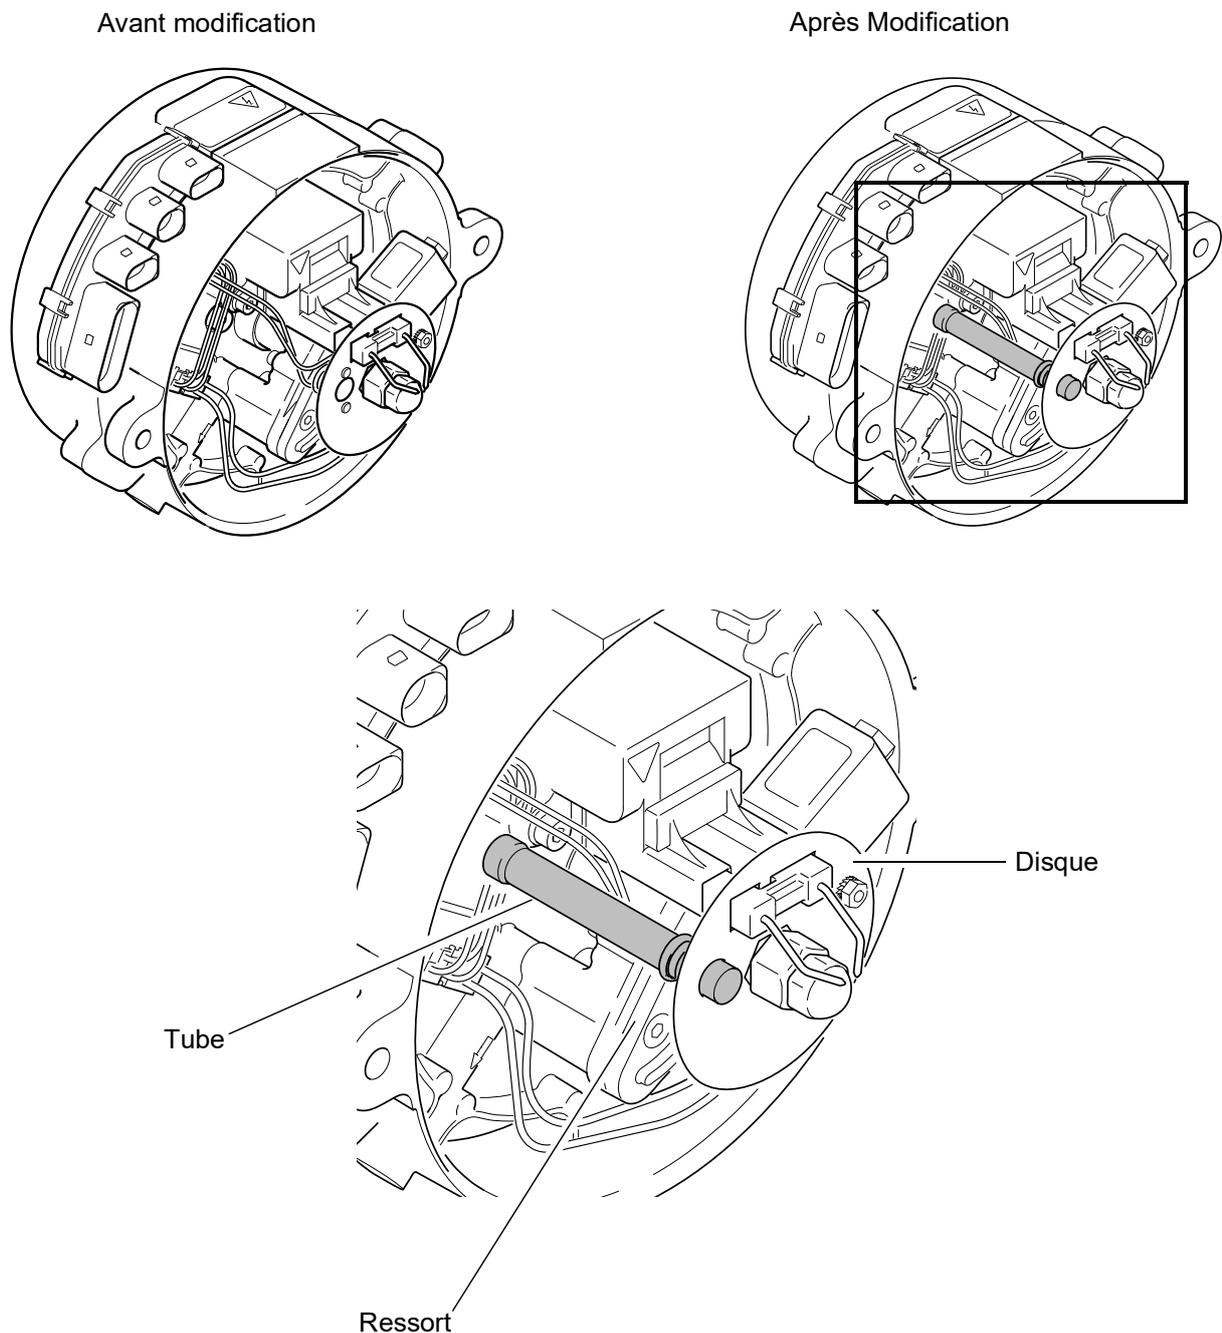
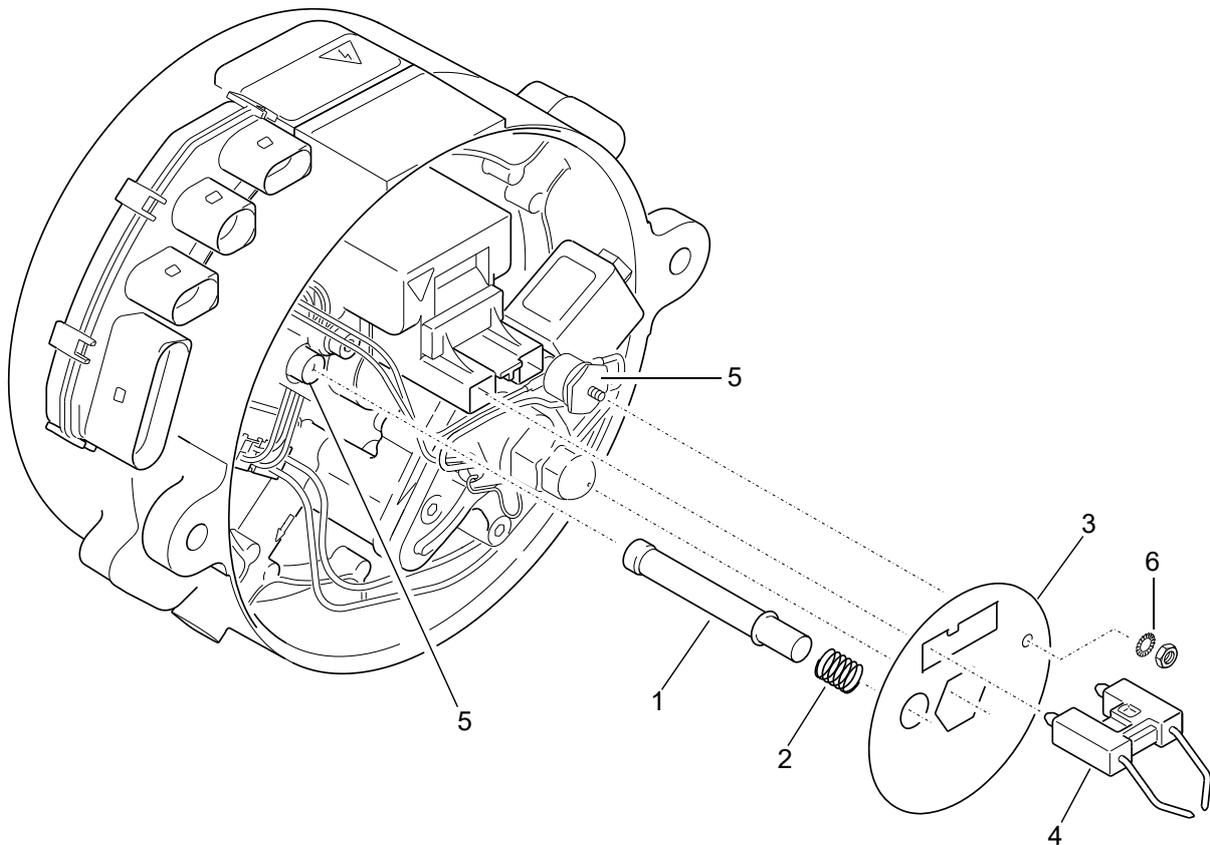

Fig. 901 Protection anti-poussière du détecteur de flamme
Fig. 902 Protection anti-poussière du détecteur de flamme - Montage
Le détecteur de flamme peut être équipé d'une protection anti-poussière. Le résultat est une meilleure fonction et réduira les travaux d'entretien. Le kit anti-poussière est composé de trois éléments (voir Fig. 901/ Fig. 902): tube (1), ressort (2) et disque (3).
2. Démonter les électrodes d'allumage (4, Fig. 902), voir 8.6.
3. Si installé: démonter le thermostat (5).
4. Démonter le disque (3) et le caffuter.
5. Prémonter nouveau disque (3), tube (1) et ressort (2).
6. Placer l'ensemble nouveau disque (3), ressort (2) et tube (1):